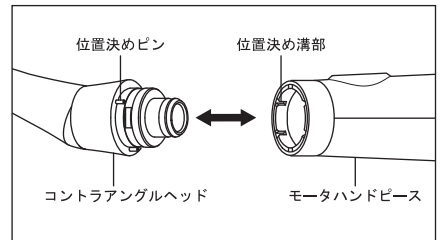

図 2
- 2) コントラングルヘッドの位置決めピンと、モータハンドピースの位置決め溝部を合わせて「カチッ」とロックするまで挿し込みます。コントラングルヘッドは 6 パターンの角度で取り付けることができます。(図 2)